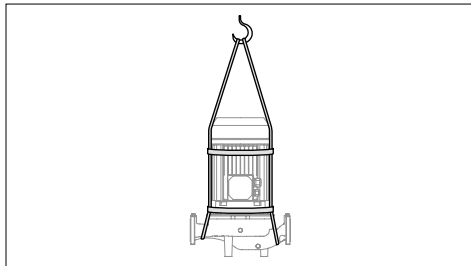

FIG.1: Elevação de bombas 3E com a ajuda de corda
ATENÇÃO! PARA ELEVAR OU MOVER A BOMBA MOTORIZADA, UTILIZAR UMA CORDA SUFICIENTEMENTE FORTE PARA SUPORTAR O SEU PESO, TENDO O CUIDADO DE NÃO INCLINAR DEMASIADO A BOMBA (FIG. 1);
- Remover o parafuso entre a caixa da bomba e o suporte do motor e simplesmente remover axialmente o motor. Utilizar qualquer guincho adequado ao levantar/mover a bomba. (FIG 1)